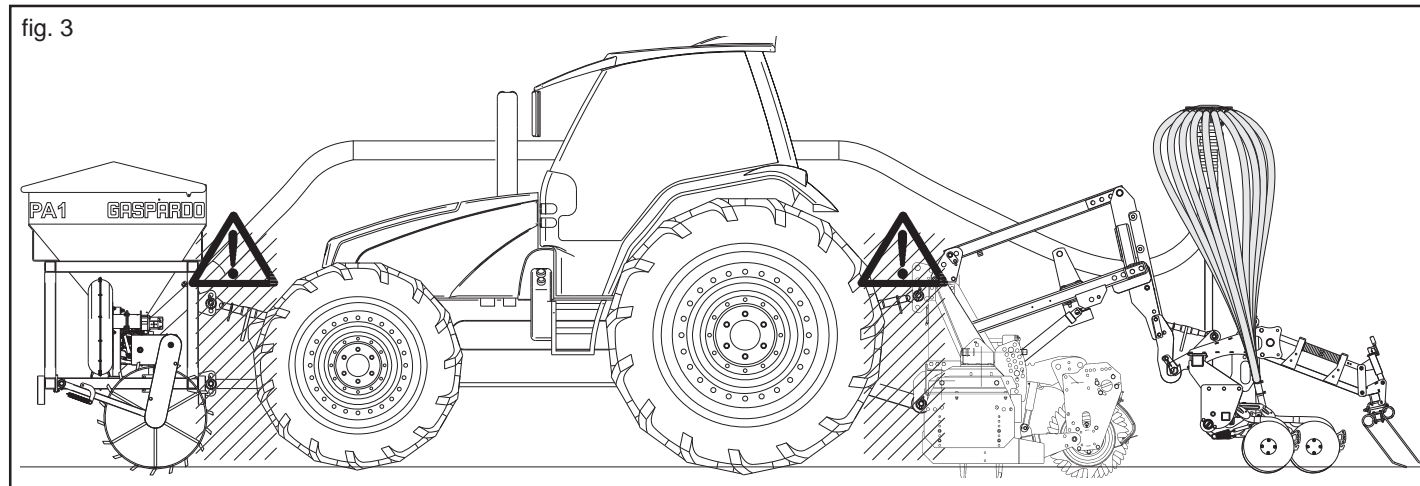

fig. 3
- 5) Está absolutamente prohibido colocarse entre el tractor y el enganche para maniobrar el mando desde el externo en la fase de elevación (Fig. 3).
- 6) Está absolutamente prohibido colocarse entre el tractor y el equipo (Fig. 3) mientras el motor esté encendido, el cardán conectado. Es posible interponerse sólo después de haber accionado el freno de estacionamiento y haber introducido, debajo de las ruedas, un cepo o una piedra que bloquee adecuadamente.